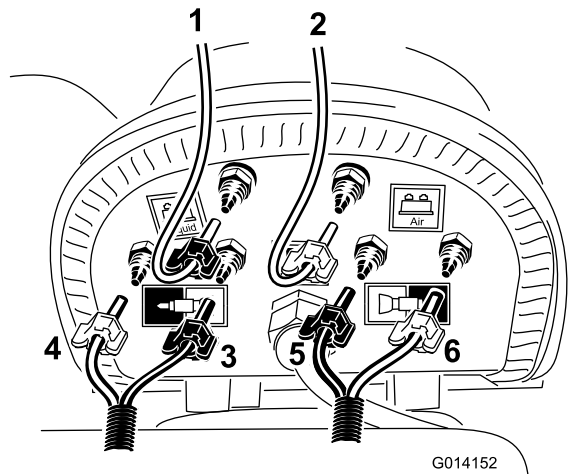

図 17
注 透明チューブをコンプレッサの **青色** すなわち液用バーブ（図 17を参照）に接続してください。青いクランプ（1個）で両方のチューブを固定します。タンク・アセンブリに接続できるように、必要に応じてチューブの外側被覆をさらに剥ぎ取ってください。
3. 先ほど切り取ったループバック用の短いホースを探し出し、図 17に示すように、残っているバーブに透明チューブを接続する。
5. 左ブームに取り付けた泡ホースの青と白のチューブを、図 17 のように取り付ける。
6. 右ブームに取り付けた泡ホースの青と白のチューブを、図 17 のように取り付ける。